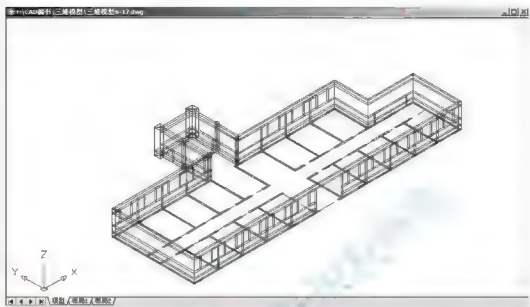

图 6.16 宿舍楼模型
(1) 仍用 ELEV 命令绘制窗上部墙体。
① 在命令行输入“ELEV”后按 Enter 键。
② 在指定新的默认标高 <0.0000>: 提示下，按 Enter 键，表示当前高程为“0”，即多段线的起点设在 XY 平面上。
③ 在指定新的默认厚度 <0.0000>: 提示下，输入“600”，表示当前厚度为 600mm，即窗上部墙体的高度。
(2) 在命令行输入“PL”后按 Enter 键，启动绘制多段线命令，此时当前线宽仍为“240”。
- ① 在指定起点: 提示下, 捕捉宿舍楼的任一转角点。
- ② 在指定下一点或 [圆弧 (A)/ 闭合 (C)/ 半宽 (H)/ 长度 (L)/ 放弃 (U)/ 宽度 (W)]: 提示下, 依次捕捉宿舍楼的其他转角点, 最后在首尾闭合处输入 “C” (Close) 后按 Enter 键结束命令, 结果如图 6.16 所示。